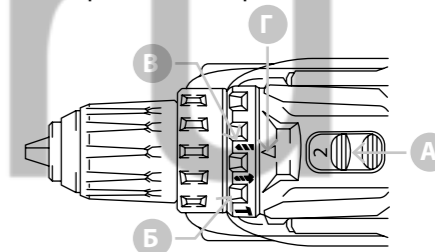

Рисунок 2.3.6. Работа в режиме сверления
1 Переведите переключатель скорости «А» (рисунок 2.3.6.) на отметку 2.
2 Отрегулируйте кольцо выбора режима «В» (рисунок 2.3.6.) на отметку «сверление». Чрезмерное нажатие на инструмент не ускорит сверление, а только повредит наконечник сверла, снизит производительность инструмента и сократит срок его службы. Чтобы извлечь застрявшее сверло переведите переключатель направления «5» (рисунок 2.3.5.) на обратное вращение. Удерживайте крепко инструмент, чтобы избежать его внезапного обратного поворота.
② Установите переключатель «В» (рисунок 2.3.6.) на символ «ударное сверление».
ВНИМАНИЕ! Во избежание травм и повреждений перед сверлением отверстий убедитесь в отсутствии в месте сверления скрытой проводки, газовых и водопроводных труб. При сверлении заготовки надежно закрепите ее. Изделие передает на оператора повышенную вибрацию (особенно в режиме сверления с ударом). Во избежание ущерба здоровью делайте перерывы в работе и ограничивайте общее время работы с изделием. Для предотвращения соскальзывания устанавливайте электроинструмент на винт или гайку только в выключенном состоянии. После продолжительной работы с низким числом оборотов электроинструмент следует включить приблизительно на 3 минуты на максимальное число оборотов на холостом ходу для охлаждения. Для выполнения отверстий в настенной плитке установите переключатель «В» (рисунок 2.3.6.) на символ «сверление». Просверлив плитку, переведите переключатель «В» на символ «ударное сверление» и работайте с ударом. Для работ в бетоне, каменной породе и кирпичной кладке применяйте твердосплавные сверла. Для выполнения отверстий в металле применяйте сверла из быстрорежущей стали повышенной прочности.